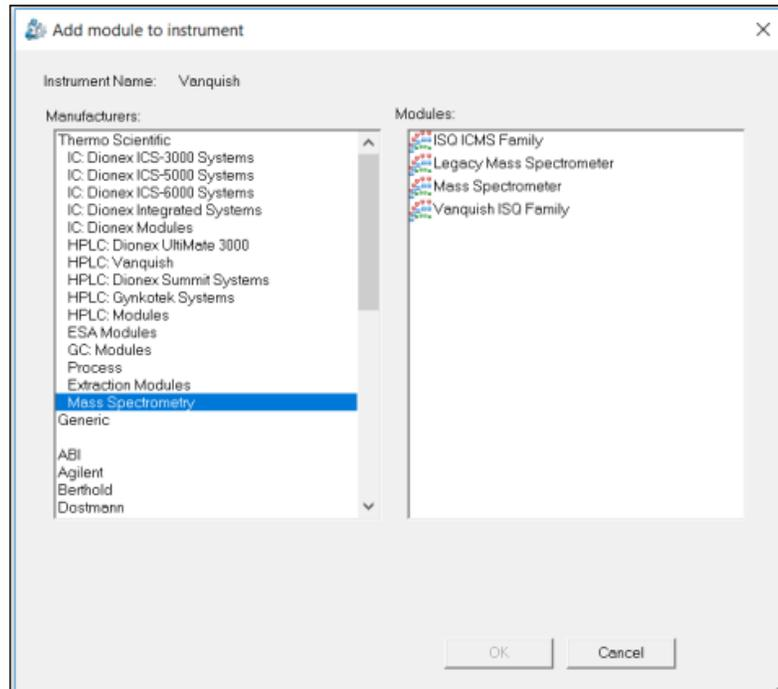

Abbildung 63: Speicherort des ISQ EC oder ISQ EM Gerätemoduls
- 4) Nachdem der Frontend-LC bzw. -IC konfiguriert worden ist, wählen Sie „Add module to instrument“ (Modul dem Gerät hinzufügen) aus (siehe Abbildung 63).